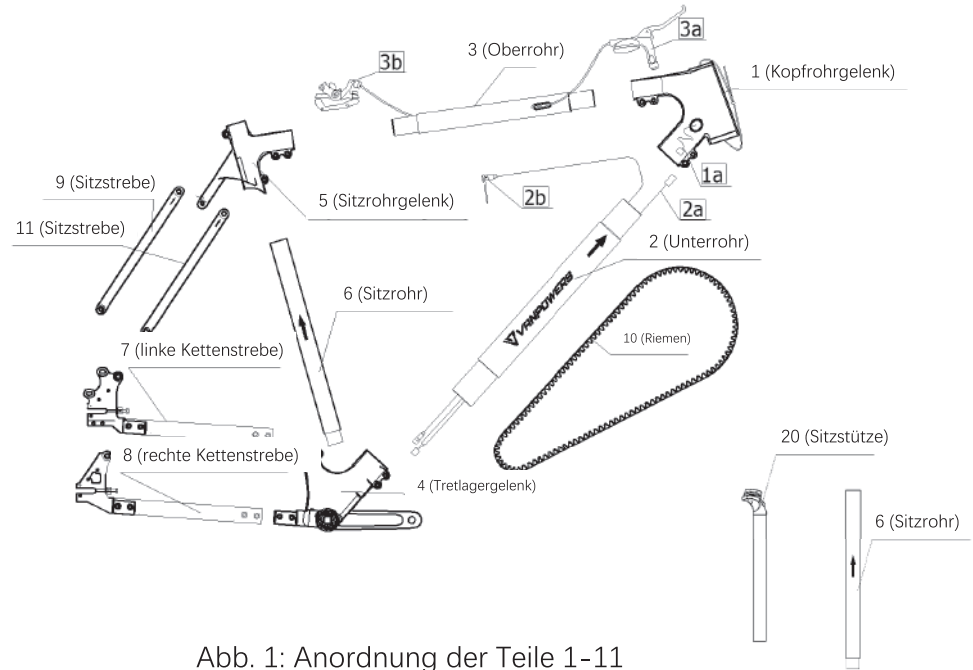

Abb. 1: Anordnung der Teile 1-11
1. Suchen Sie die Teile 1-11 und ordnen Sie sie wie in Abb. 1 gezeigt an.